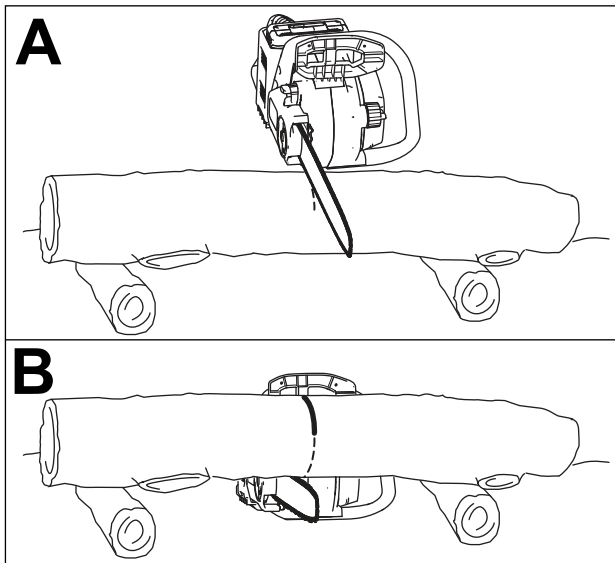

Figure 19
- Si vous sciez les branches d'un arbre abattu ou que vous tronçonnez des billes, soutenez la bille au-dessus du sol (de préférence sur un chevalet) ; voir Figure 19.